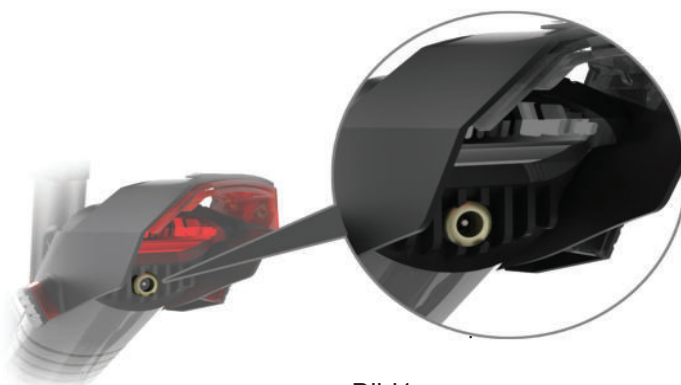

Bild1
Schritt 1: Der Ladeanschluss befindet sich am Ende des Akkus, siehe Bild 1